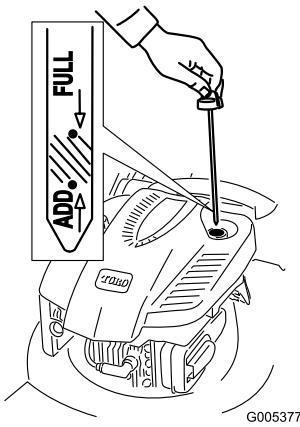

Figura 11
2. Retire la varilla y compruebe el nivel de aceite (Figura 11). Si el nivel de aceite está por debajo de la marca **Add** de la varilla, vierta **lentamente** aceite en el tubo de llenado hasta que el nivel llegue a la marca **Full** de la varilla. **No llene demasiado.** (Capacidad máxima: 0,59 l, tipo: SAE 30, aceite detergente con clasificación de servicio API SF, SG, SH, SJ, SL o superior.)